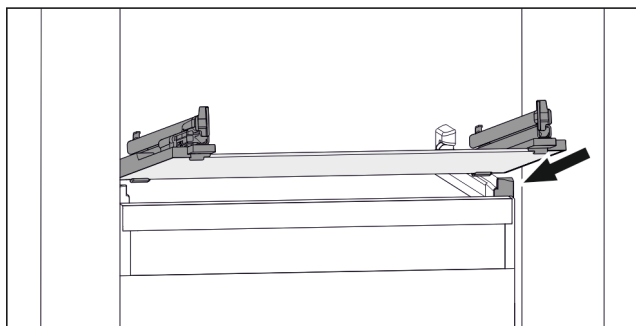

Fig. 156 Примерно изображение на стъклената плоча
- Поставете стъклената плоча под ъгъл зад ограничителите. (виж Fig. 156)